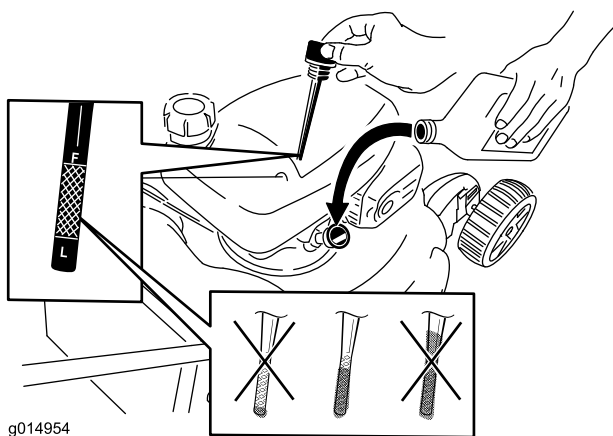

Figura 14
2. Togliete l'asta di livello (Figura 14).
5. Rimuovete l'asta di livello e controllate il livello dell'olio; fate riferimento a Figura 14.
5 fino a raggiungere il livello corretto mostrato in Figura 14.